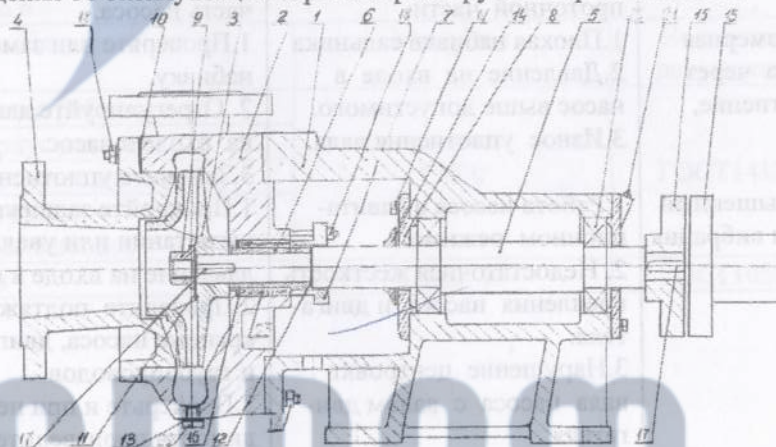

Рис. 1 Разрез насоса типа «К»
9.1.2 Разборку насоса производите, отсоединив корпус насоса от трубопроводов, в следующем порядке. При разборке и сборке насоса пользуйтесь продольным разрезом насоса указанным на рис. 1 настоящего паспорта.